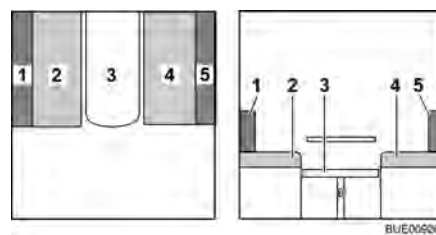

Fig. 78 Durante la trasformazione
- Rimuovere il cuscino dello schienale (Fig. 78,5) e riporlo.
- Tirare il cuscino del divano (Fig. 78,2) verso il centro.